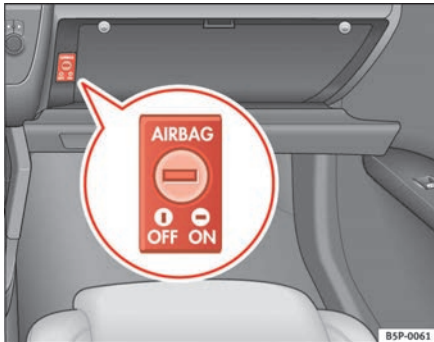

Abb. 26 Im Handschuhfach: Schlüsselschalter zum An- und Abschalten des Beifahrerairbags.
- Drehen Sie mit dem Zündschlüssel den Schlüsselschalter im Handschuhfach in die Position **OFF** ⇒ Abb. 26.
- Drehen Sie mit dem Zündschlüssel den Schlüsselschalter im Handschuhfach in die Position **ON** ⇒ Abb. 26.